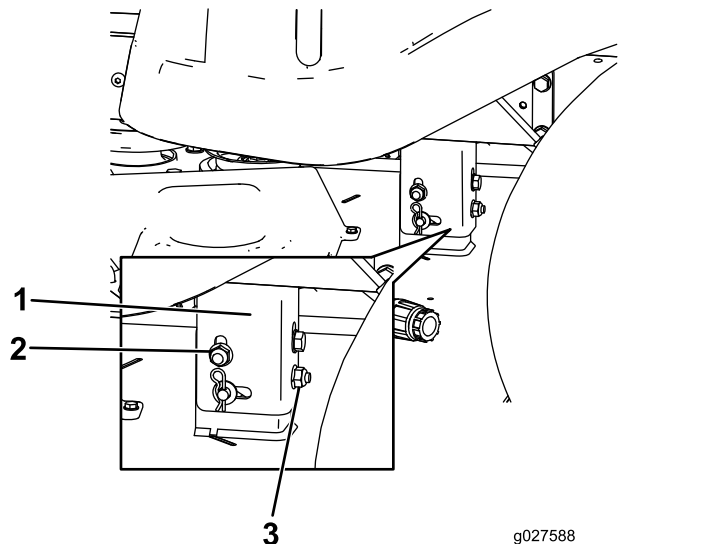

Figura 67
- Alzate o abbassate il lato sinistro del piatto di taglio ruotando il dado di bloccaggio posteriore (Figura 67).
Nota: Ruotate il dado di bloccaggio posteriore in senso orario per alzare il piatto di taglio, in senso antiorario per abbassarlo (Figura 67).